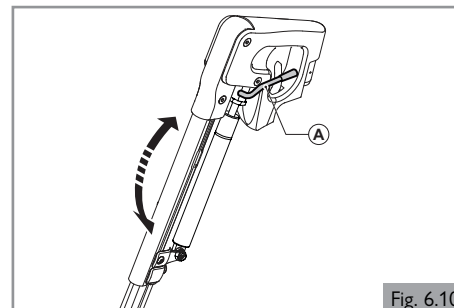

Fig. 6.10
6.5 Repose-jambe articulé à inclinaison manuelle (Fig. 6.10)